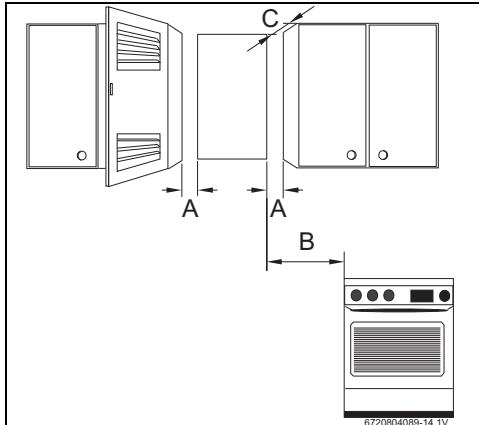

Рис. 12 Минимальные расстояния
- ▶ Соблюдайте минимальные расстояния, указанные на рис. 12.
- Обеспечить лёгкий доступ для выполнения работ по техническому обслуживанию и при этом выдерживать минимальные расстояния, указанные на рис. 12.